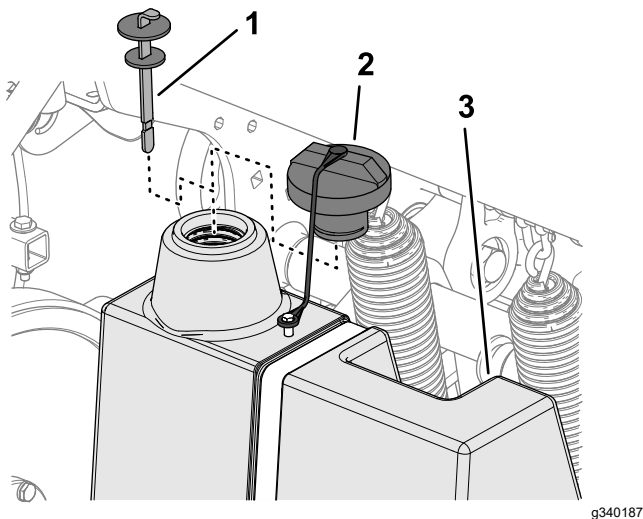

Figura 168
3. Limpie la zona alrededor del cuello de llenado y el tapón del depósito hidráulico (Figura 168). Retire el tapón del cuello de llenado.